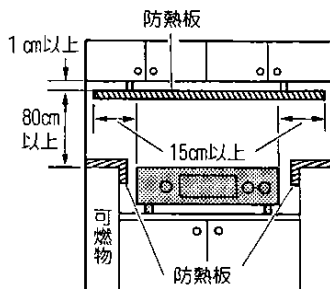

図2
(図1、図2) 別売防熱板(コードNo15-100-0077-0078)
- 調理台・流し台の上面が可燃性で、器具のトッププレートとほぼ同じ高さの場合(図2) 別売防熱板(コードNo15-100-0105)